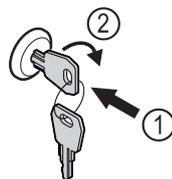

Fig. 153 Atvaizdo pavyzdys
- ▶ Įspauskite raktą Fig. 153 (1).
- ▶ Pasukite raktą 90° pagal laikrodžio rodyklę Fig. 153 (2).